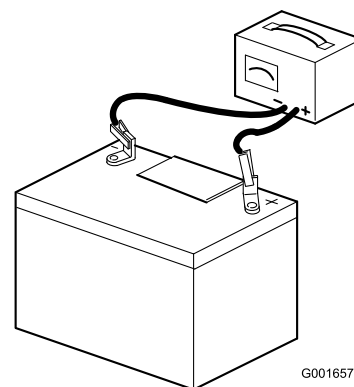

Figura 39
2. Ligue um carregador de baterias de 3 a 4 amperes aos pólos da bateria (Figura 39). Carregue a bateria com um carregador de bateria de 3 a 4 amperes, durante 4 a 8 horas.